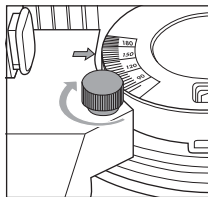

Fig. 5
- ◆ Avvitare saldamente il dado di blocco **6**. Le frecce dei bracci mobili **1** sono rivolte verso la scala e indicano l'angolo misurato (vedere fig. 5).